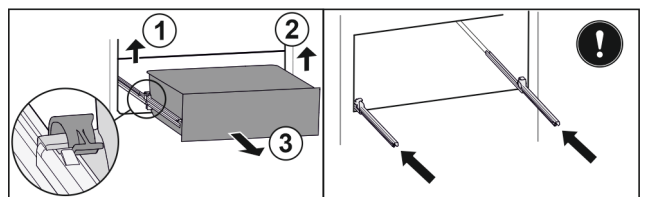

Fig. 40
- ▶ Løft venstre klemme og trekk samtidig skuffen fremover til venstre. Fig. 40 (1)
- ▶ Løft høyre klemme og trekk samtidig skuffen fremover til høyre. Fig. 40 (2)
- ▶ Ta ut skuffen framover. Fig. 40 (3)